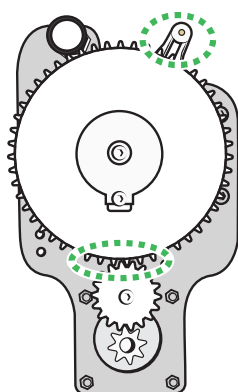

Figure 132
17. Assurez-vous que la grande molette est dans la bonne position conformément à l'illustration. Voir Figure 132.